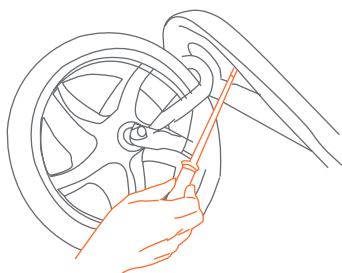

Fig. 5d
- Introduzca los 4 tornillos por debajo del armazón delantero en los tubos plásticos del guardabarros delantero. Ajuste bien los tornillos sin forzarlos (Fig. 5d). **NO AJUSTE DE MÁS.**